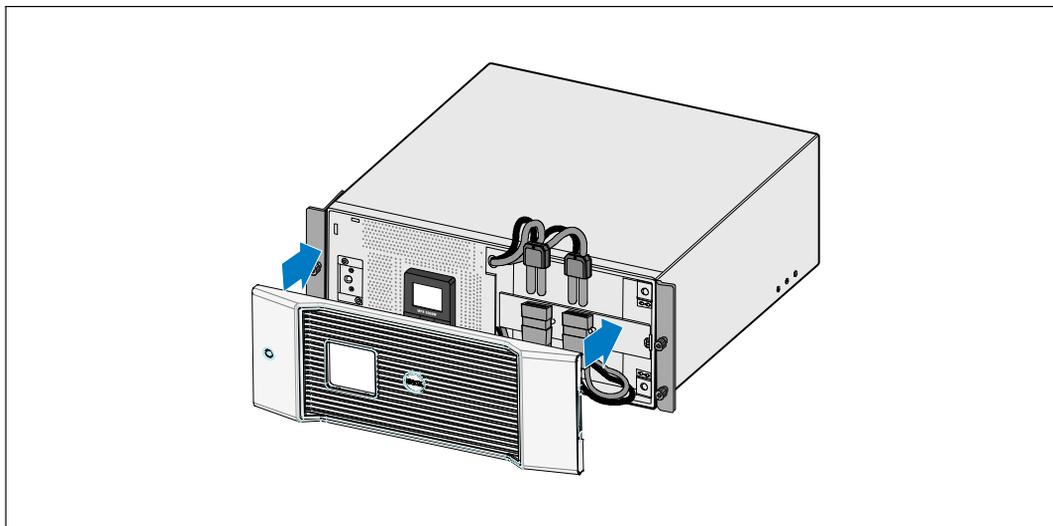

Abbildung 26. Einsetzen der vorderen Abdeckung der USV
- 5 Setzen Sie die vordere Abdeckung der USV wieder ein (siehe Abbildung 26).